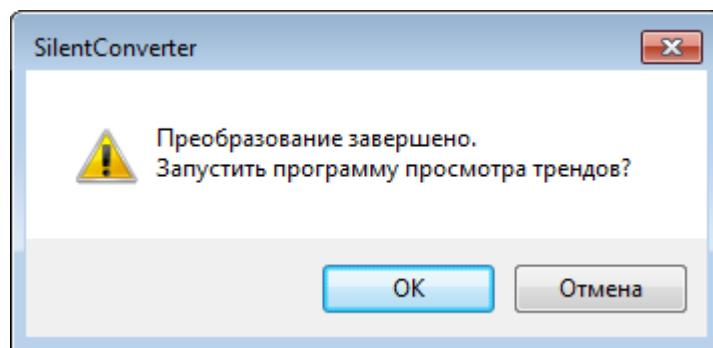

Рис. 3.3 Окно с предложением запуска «ZETTrends»
- По окончанию преобразования файлов появится окно (Рис. 3.3) с предложением запуска программы «ZETTrends» для просмотра записанных сигналов.